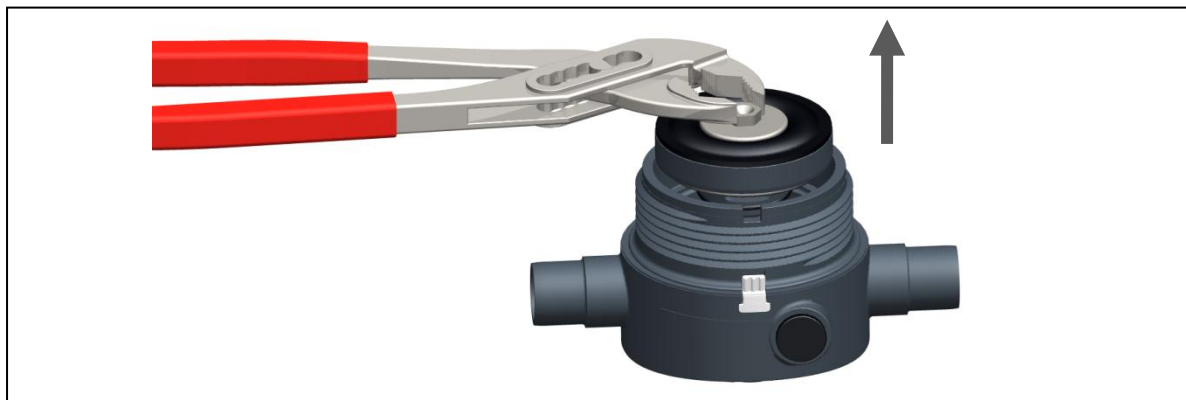

Fig. 9
- Retirar el cartucho de la pieza de base con una herramienta adecuada (p. ej. unas tenazas), ver la fig. 9